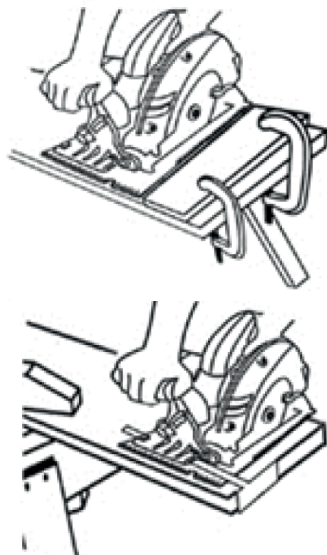

Рис. 1
- Для смены пильного диска используйте стопор шпинделя (12, Рис.1) для фиксации вращения диска. Специальным ключом выверните против часовой стрелки болт крепления пильного диска (7, Рис.1) и внешний фланец удерживающие пильный диск.
- Поверните защитный кожух (6, Рис.1) по часовой стрелке, используя рычаг защитного кожуха (8, Рис.1) и снимите диск.
- Установите обратно внешний фланец и болт (7, Рис.1).
- Ослабьте фиксатор регулировки глубины пропила (10, Рис.1) и оттяните пилу от плиты основания.
- Ослабьте фиксатор наклона подошвы для настройки угла наклона (3, Рис.1).
- Затяните фиксатор наклона подошвы (3, Рис.1). Рекомендуется предварительно проверить правильность настройки угла скоса на нерабочем материале.
- Ослабьте фиксатор параллельной направляющей (4, Рис.1).
- Вставьте параллельную направляющую в плиту основания (11, Рис.1) циркулярной пилы.
- Затяните фиксатор параллельной направляющей (4, Рис.1).
Для предотвращения случайного включения кнопка выключения пилы заблокирована. Для включения электроинструмента нажмите сначала кнопку блокировки случайного включения (9, Рис.1), находящуюся слева от выключателя, затем нажмите курок выключателя (1, Рис.1) и отпустите кнопку блокировки. Для выключения пилы отпустите курок выключателя (1, Рис.1).